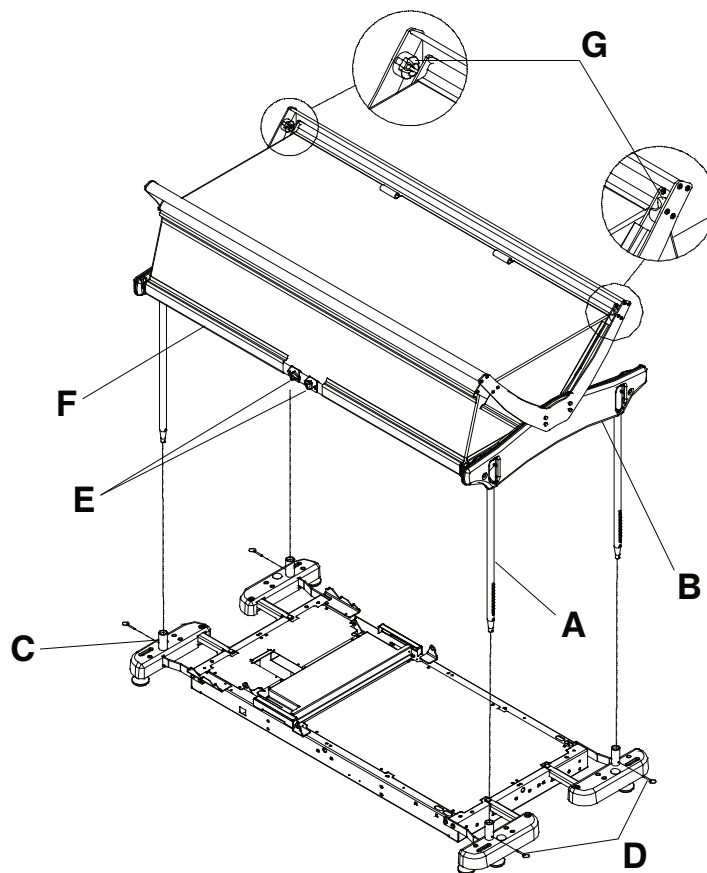

Figura 18 – Tampa protetora com suportes
1. Pressione o pino de bloqueio localizado na secção superior de cada poste (A) e insira o poste no encaixe da estrutura plástica (B) (Figura 18). Repita para os outros postes.
2. Instale os quatro postes nos encaixes dos suportes de acessórios (C) (Figura 18).
3. Utilizando uma chave combinada de 9/16 pol., bloqueie os postes nos encaixes dos suportes de acessórios com os quatro pinos de engate (D) (Figura 18).
1. Para abrir parcialmente a tampa protetora, aperte os dois botões de libertação (E) e levante a grade inferior (F) até os pontos de ancoragem estejam ultrapassados (G) (Figura 18). Solte os botões e baixe a grade até que esta assente nos pontos de ancoragem.
2. Para abrir completamente a tampa protetora, aperte os dois botões de libertação (E) e levante a grade inferior (F) até à altura máxima e liberte os botões (Figura 18).
3. Para fechar uma tampa protetora parcialmente aberta, levante a grade inferior (F) dos pontos de ancoragem (G) e aperte os dois botões de libertação (E) enquanto baixa a grade para a posição fechada (Figura 18). Solte os botões.
4. Para fechar uma tampa protetora completamente aberta, aperte os dois botões de libertação (E) e baixe a grade inferior (F) para a posição fechada (Figura 18). Solte os botões.